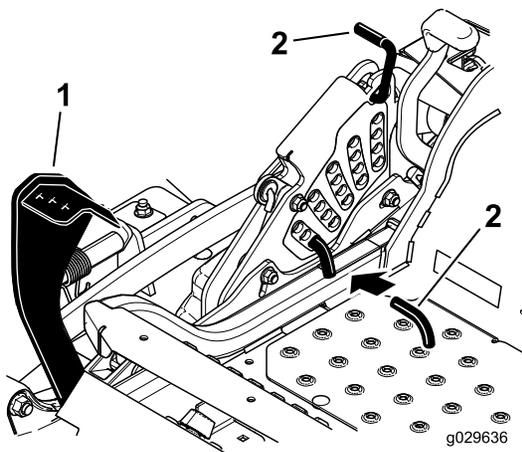

Figure 27
2. Appuyez sur la pédale de relevage du tablier avec le pied et relevez le tablier en position de transport (qui est aussi la position de hauteur de coupe de 140 mm [5½ po]) (Figure 27).
3. Pour changer de hauteur de coupe, retirez la goupille fendue et l'axe de chape du support de hauteur de coupe (Figure 27).
4. Placez la goupille dans le trou du support correspondant à la hauteur de coupe voulue (Figure 27).